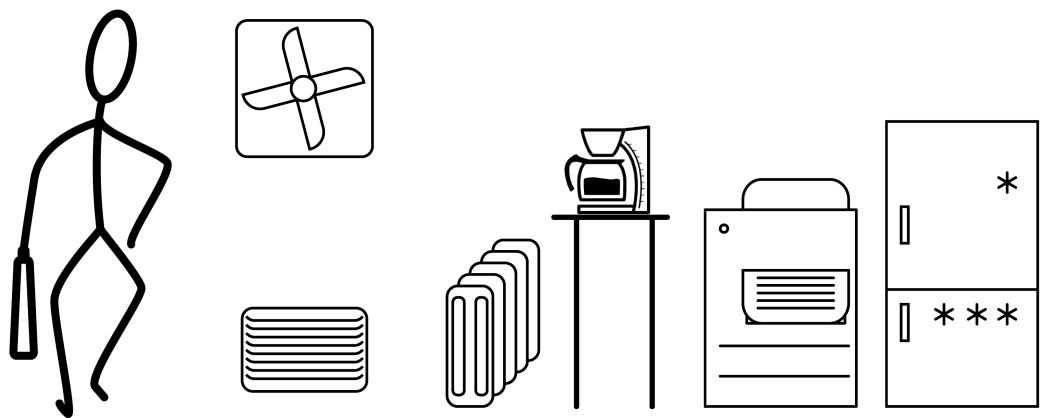

Bild 6: Värmekällor i byggnader
- Värmekällor som värmeaggregat, utsläpp från ventilationsöppningar eller klimatanläggningar, kopiatorer, skrivare, kaffemaskiner osv. (bild 6)